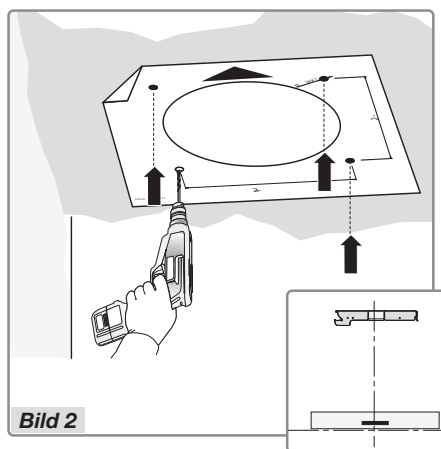

Bild 2
- Ta mallen och placera den mot taket med pilen på samma sida som fläktens kontrollpanel (Bild 2).